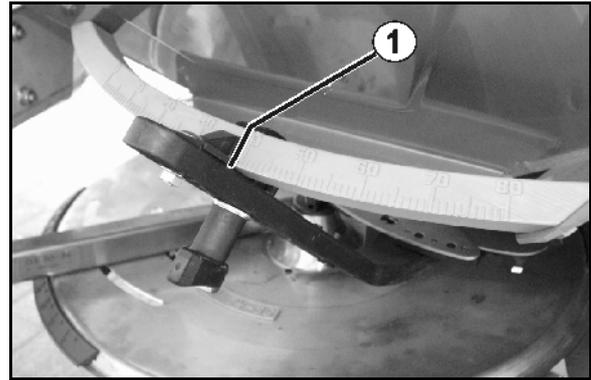

Fig. 42
10. Appuyez sur la touche jusqu'à ce que l'arête de lecture (Fig. 42/1) de la trappe de dosage gauche indique la position de trappe requise.